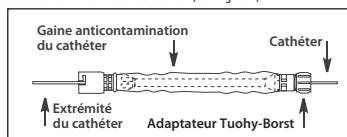

Figure 1
- a. Si une gaine anticontamination du cathéter avec adaptateur Tuohy-Borst est utilisée, insérer l'extrémité du cathéter souhaité dans l'extrémité adaptateur Tuohy-Borst de la gaine anticontamination du cathéter. Faire progresser le cathéter dans la tubulure et l'embase à l'autre extrémité (voir Figure 1).